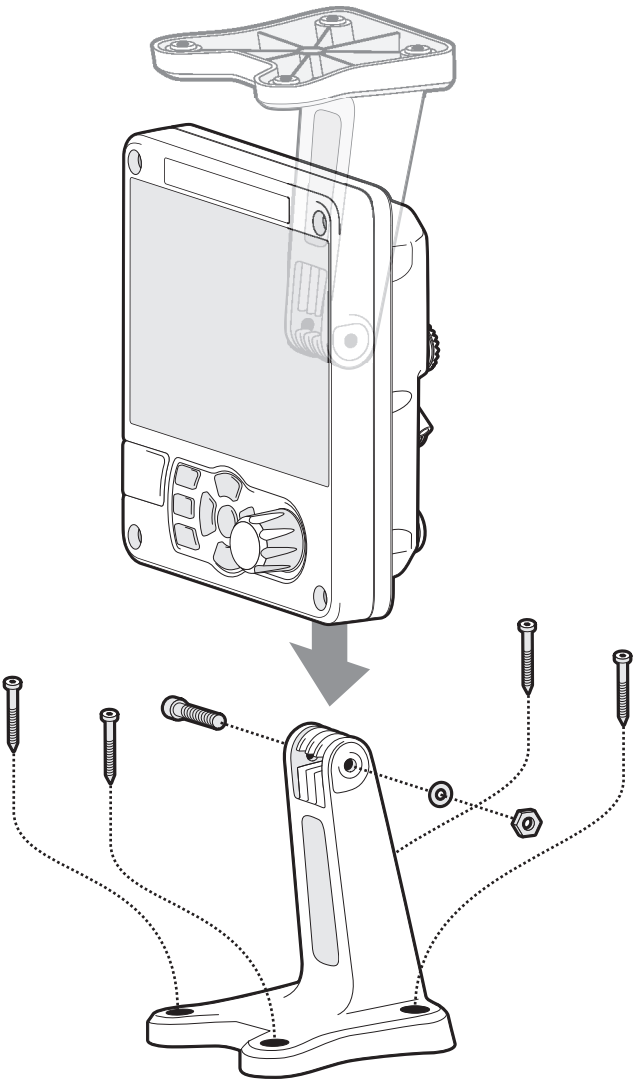

Figura 5 Montaje del transceptor AIS en un escritorio
- El transceptor AIS incluye cuatro tornillos autorroscantes para la fijación del transceptor AIS a una superficie adecuada mediante el soporte suministrado. Consulte la Figura 5 para obtener instrucciones.